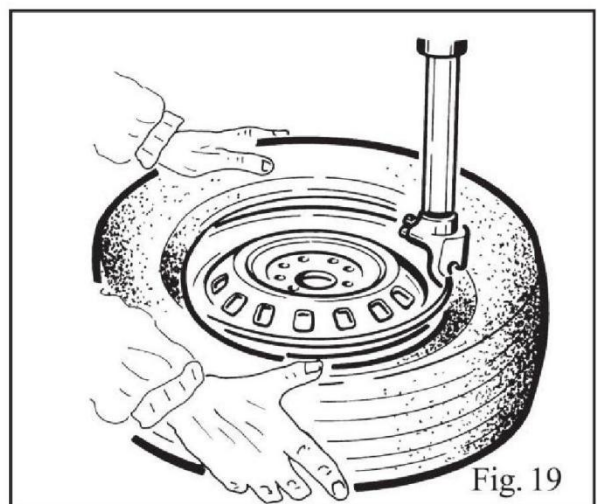

Fig. 19
- Trzymając stopkę opony wciśniętą rękoma w kanał felgi, naciśnij pedał (Z), aby obrócić obrotnicę w kierunku zgodnym z ruchem wskazówek zegara. Kontynuuj, aż pokryjesz cały obwód felgi (rys. 19).